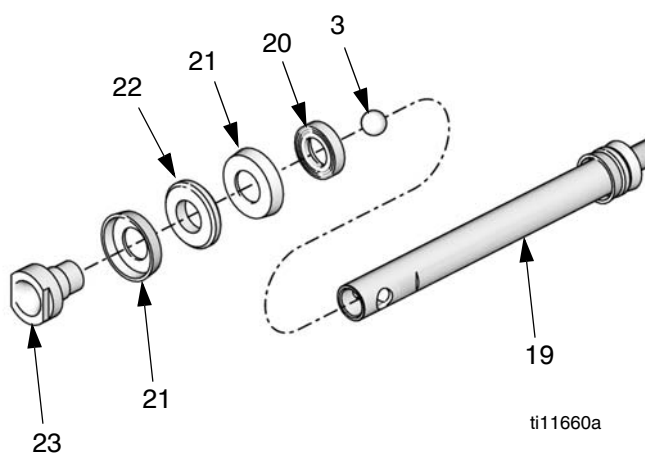

Рис. 16
3. Смажьте уплотнения поршня (21) и подшипник (22) консистентной смазкой № 2 на литиевой основе. Установите одно уплотнение поршня (21) кромками вниз, подшипник (22) и второе уплотнение поршня (21) кромками вверх на поршне (23). Установите опорную шайбу (20) пазами вниз. См. Рис. 16 на стр. 18.
4. Поместите шарик (3) сверху на корпус поршня (23) и свинтите вместе корпус поршня и шток жидкостного поршня (19). Затяните с моментом 41–48 Н•м (30–35 футо-фунтов). Навинтите корпус клапана поршня (29) на нижний соединительный шток (19). См. Рис. 16 на стр. 18.
5. Установите уплотнение (51) кромками вниз в раму поршневого насоса (36), затем установите подшипник (31).